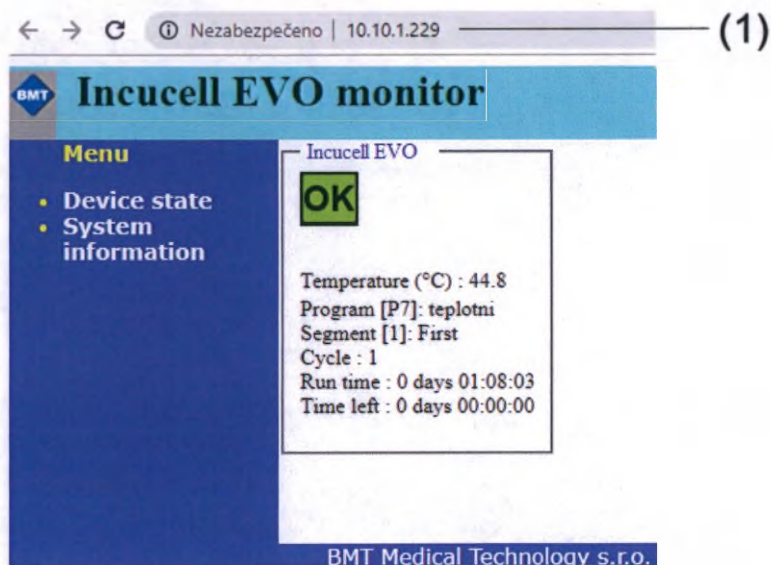

рис. 32
4. На веб-сайте отобразится состояние аппарата, см. рис. 32.